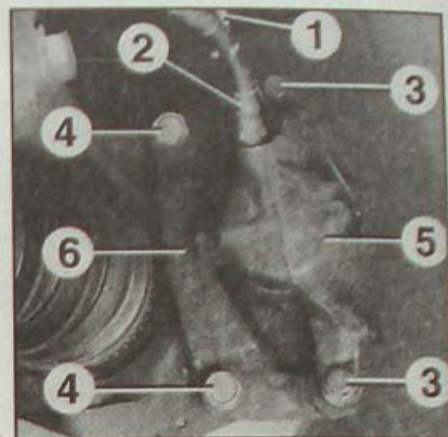

Рис. 12.6. Снятие плавающей скобы суппорта переднего дискового тормоза:
- Выверните два болта (4, рис. 12.6) крепления тормозного механизма к поворотному кулаку.